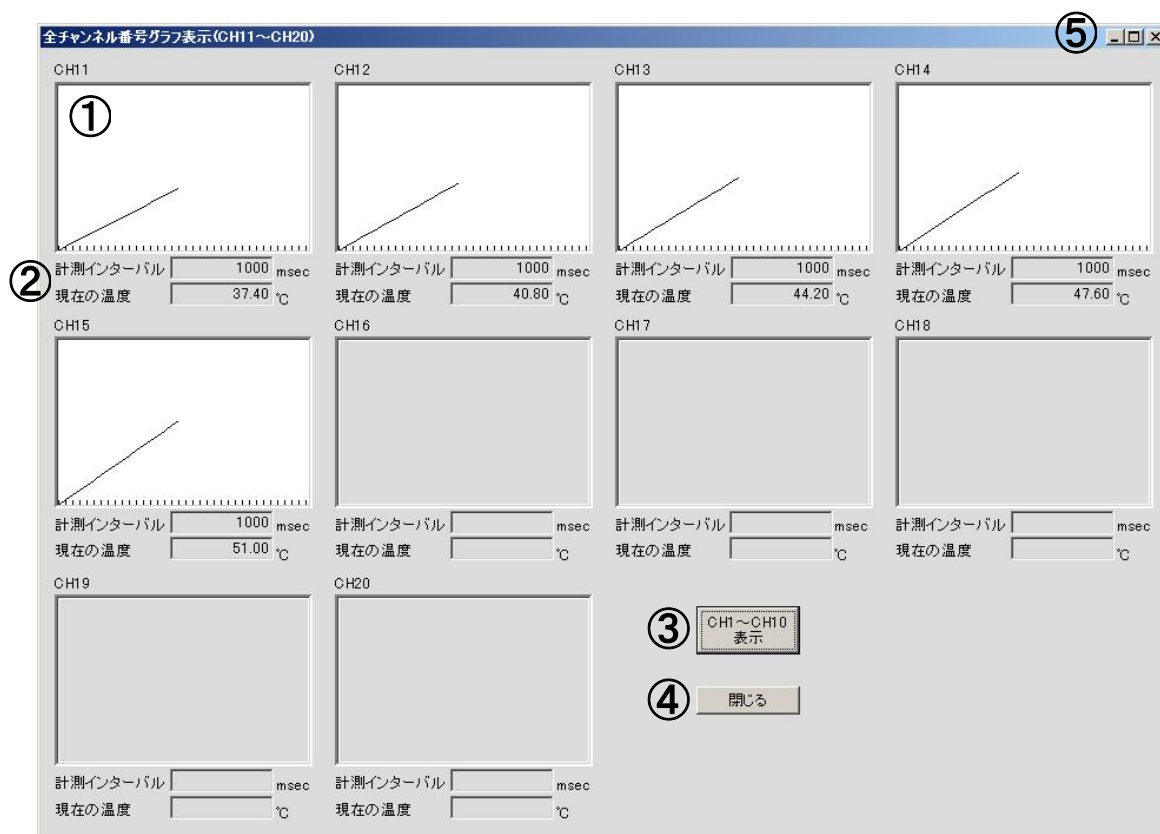

図 5-5-2 (2) 全チャンネル番号グラフ表示 (CH11～CH20) 画面
(1) 全チャンネル番号グラフ表示 (CH1～CH10) 画面 (図 5-5-2 (1)) で CH11～CH20 表示ボタンを押下すると画面が開きます。全チャンネル番号グラフ表示 (CH11～CH20) 画面を以下の図 5-5-2 (2) に示します。
③ CH1～CH10 表示ボタン
(1) 全チャンネル番号グラフ表示 (CH1～CH10) 画面 (図 5-5-2 (1)) を開きます。
④ 閉じるボタン/×ボタン